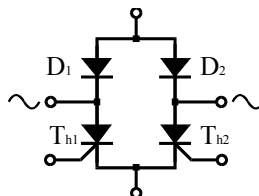

Fig.12.- Estructura de un puente mixto.
- Conjunto de dos diodos y dos tiristores en la misma cápsula (Fig. 12).